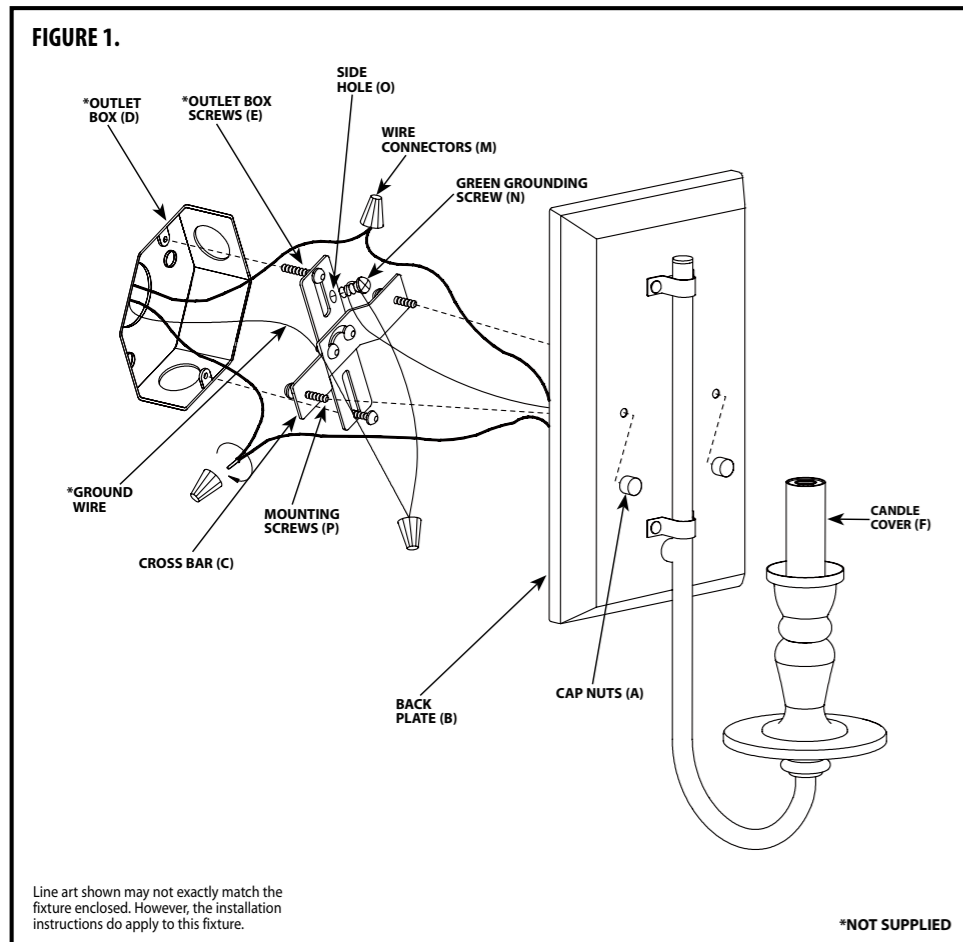
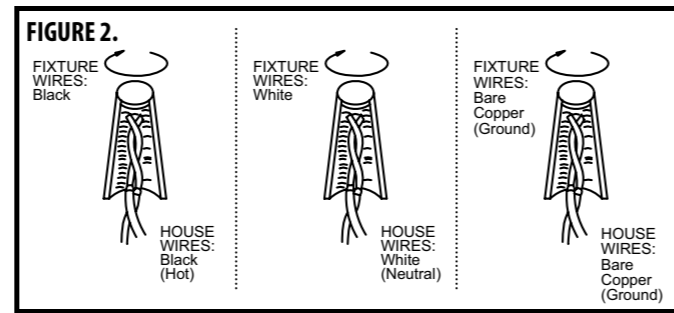
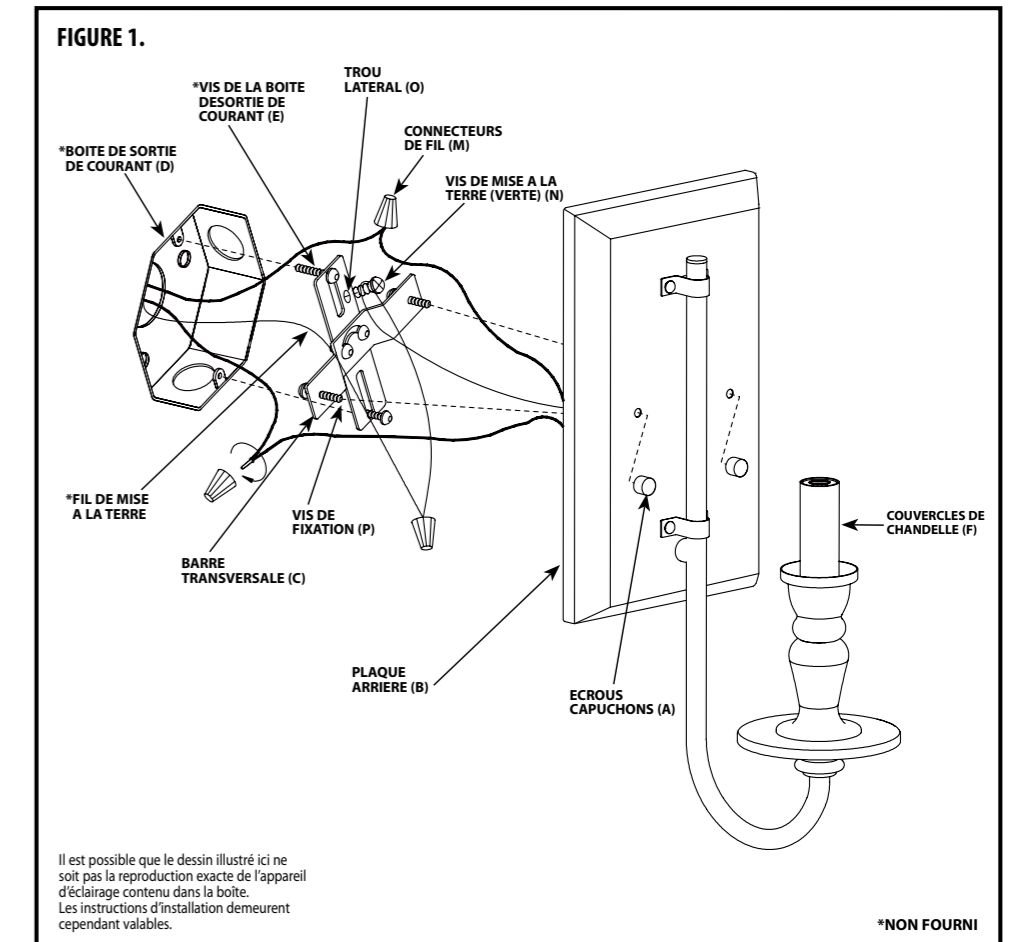

FIGURE 1.
FIGURE 2.
FIGURE 1.
NOTE: Carefully unpack fixture and parts. Make sure all parts are included before discarding any packing materials (see figure 1).
2. Remove cap nuts (A) from back plate (B) and remove cross bar (C) (see fig. 1).
3. Secure cross bar (C) to outlet box (D) with outlet box screws (E) (if applicable).
4. Identify color coding of fixture wires (see fig. 2).
5. Connect the black wire from the fixture with the black wire (live wire) from the outlet box (D) by wire connector (M), and wrap the wire connector (M) with electrical tape for a more secure connection.
6. Connect the white wire from the fixture with the white wire (neutral wire) from the outlet box (D) by wire connector (M), and wrap the wire connector (M) with electrical tape for a more secure connection.
7. Partially thread green grounding screw (N) into side hole (O) on cross bar (C) (see fig.1).
8. Wrap grounding wire from fixture around green grounding screw (N) leaving enough excess wire, then connect the excess grounding wire from the fixture with the grounding wire from outlet box by wire connector (M) (if applicable), then wrap the wire connector (M) with electrical tape for a more secure connection.
9. Tighten green grounding screw (N). Do not over tighten.
10. Tuck wires inside outlet box (D).
NOTA : Déballiez soigneusement l'appareil d'éclairage et les pièces. Assurez-vous que toutes les pièces y sont avant de mettre l'emballage au rebut (voir fig. 1).
2. Retirez les écrous capuchons (A) de la plaque arrière (B) et retirez la barre transversale (C) (voir fig. 1).
3. Attachez la barre transversale (C) à la boîte de sortie de courant (D) à l'aide des vis de la boîte de sortie de courant (E) (s'il y a lieu).
4. Identifiez la couleur des fils de votre appareil d'éclairage (la figure 2).
5. Connectez le fil noir de l'appareil d'éclairage au fil noir (fil sous tension) de la boîte de sortie près du capuchon de connexion (M); puis, pour une connexion plus sécuritaire, enveloppez le capuchon de connexion (M) avec du ruban isolant.
6. Connectez le fil blanc de l'appareil d'éclairage au fil blanc (fil compensateur) de la boîte de sortie près du capuchon de connexion (M); puis, pour une connexion plus sécuritaire, enveloppez le capuchon de connexion (M) avec du ruban isolant.
7. Vissez en partie la vis verte de mise à la terre (N) dans le trou latéral (O) se trouvant sur la plaque universelle de fixation ou sur la barre transversale (C) (voir fig. 1).
8. Enveloppez le fil de mise à la terre de l'appareil d'éclairage autour de la tige verte de la vis de mise à la terre (N) tout en laissant suffisamment de fil; puis connectez l'excès de fil de mise à la terre de l'appareil d'éclairage avec le fil de mise à la terre de la boîte de sortie près du capuchon de connexion (M) (le cas échéant); puis, pour une connexion plus sécuritaire, enveloppez le capuchon de connexion (M) avec du ruban isolant.
9. Serrez la vis verte de mise à la terre (N). Ne serrez pas outre mesure.
10. Enfouissez les fils dans la boîte de sortie de courant (D).
1. Placez la plaque arrière (B) par-dessus les vis de fixation (P) (voir fig. 1).
2. Fixez bien en place à l'aide des écrous capuchons (A).
3. Installez les couvre-bougies (F) (s'il y a lieu).